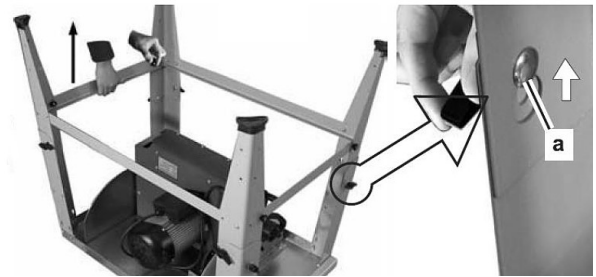

Abb. 7: Ausklappen der Standfüße
Schritt 2: Klappen Sie die vier Beine nach oben und befestigen Sie die Beine mit den Flügelmuttern und Flachschauben. Schieben Sie die Schrauben in der Nut (Pos.a, Abb.7) nach oben und ziehen Sie diese fest an.